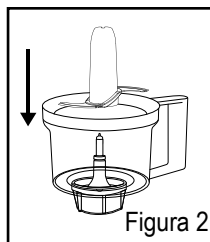

Figura 2
3. Segure a lâmina em formato de S por seu eixo central e encaixe-a no centro do recipiente. Cuidado: A lâmina é muito afiada, tome muito cuidado ao manusear. Gire a lâmina em formato de S para certificar-se de que esteja bem assentada no fundo do eixo da base do acessório. Não coloque a lâmina em formato de S no recipiente antes de que o mesmo esteja travado em seu lugar (Figura 2). Coloque sempre a lâmina em formato de S no acessório processador de alimentos antes de colocar os alimentos.